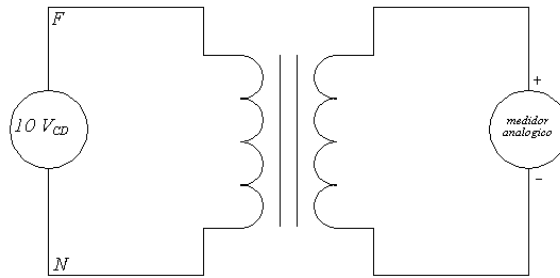

Figura 4: Circuito a conectar en el paso 3
3. Ajuste las fuente de corriente directa a 10V_{CD}, esta conectarse al circuito mostrado en la figura 4. Y observe la deflexión de la aguja del voltímetro de CD en el momento en el que se cierra el interruptor de la fuente de alimentación . si la aguja del voltímetro se desvía momentáneamente a la derecha de la terminal 1 y 3 tiene la misma marca de polaridad. (La terminal 1 se conecta al lado positivo de la fuente de alimentación de CD y la terminal 3 al polo positivo del voltímetro).